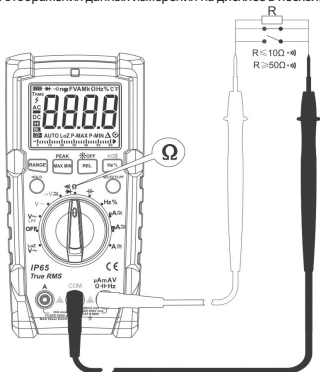

Рис. 5. Измерение сопротивления
7.3. Измерение сопротивления (см. рис. 5)